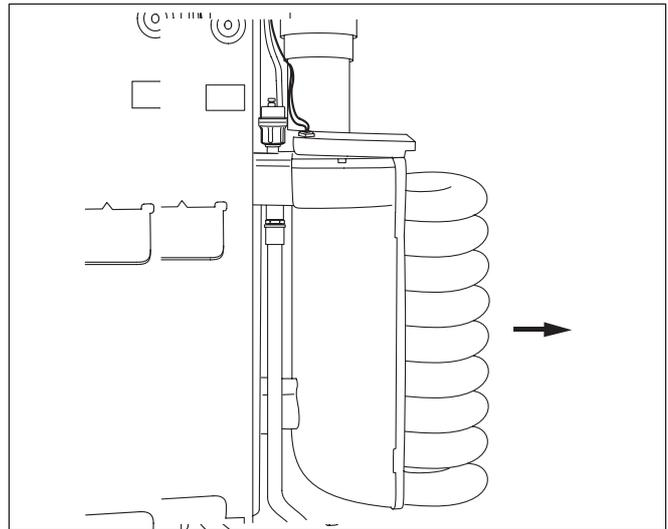

Fig. 42 Retirer l'échangeur de chaleur
- Retirer par l'avant l'échangeur de chaleur à spirale. Vidanger l'eau résiduelle de l'échangeur de chaleur dans le réservoir de condensation (fig. 42).